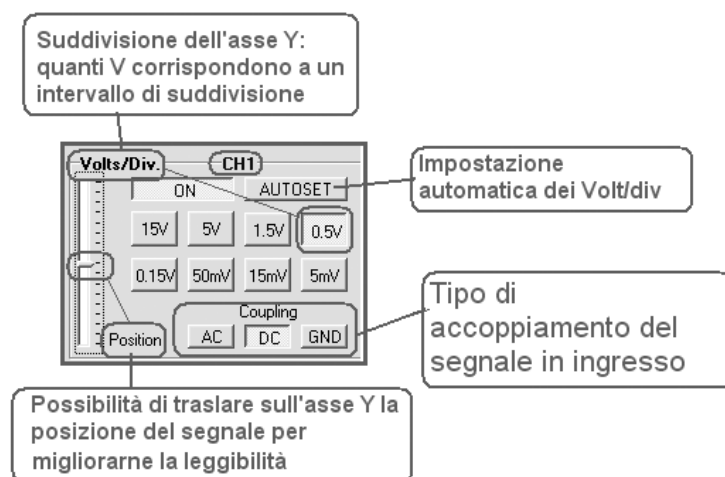

FIGURA A.2
- 1) **Volts/Div.:** è il valore che assume ciascuna divisione (*Div.*) in cui è suddiviso l'asse Y; va impostato in relazione all'escursione che presenta un segnale; affinché il segnale possa essere misurato correttamente è consigliabile che l'escursione visualizzata sullo schermo sia *maggiore di 3 Div.*; per esempio in FIGURA A.1 l'asse Y è composto da 8 divisioni e lo strumento può essere configurato per far assumere a una divisione² i valori mostrati in FIGURA A.2, per cui: